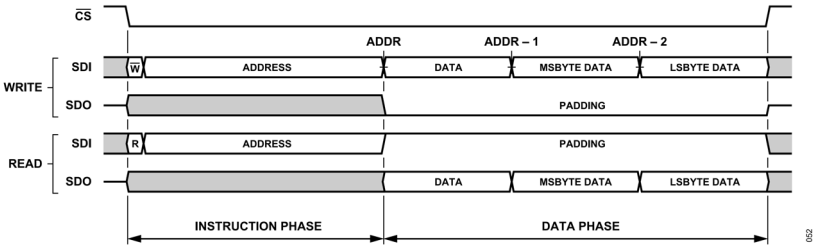
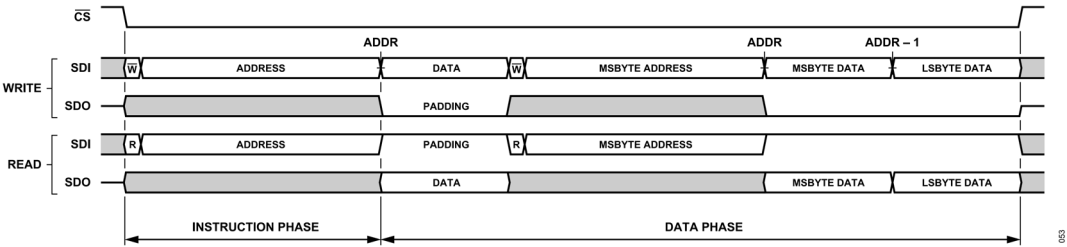
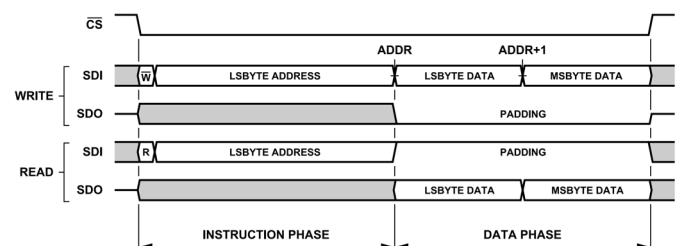

図 53. インターフェース・アクセスの例、インターフェースのデフォルト設定、ストリーミング・モード (ADDR_ASCENSION = 0)
図 54. インターフェース・アクセスの例、単一命令モード (SINGLE_INST = 1)、その他すべてのインターフェース・オプションのデフォルト
図 57. 単一命令フォーマット、ADDR_ASCENSION = 1 (インクリメント)、STRICT_REGISTER_ACCESS = 1 (イネーブル済み)
図 53 は、デフォルトのインターフェース設定を使用したシリアル・トランザクションの汎用 SPI フレーム・フォーマットを示しています。この例では、バイト幅レジスタとマルチバイト・レジスタで構成される設定レジスタ空間の一部がアクセスされます。バイト幅レジスタのアドレスは最上位アドレス (ADDRESS) にあり、マルチバイト・レジスタの最上位バイトはレジスタ・セグメントの最下位アドレスにあります。デフォルトでは、ADDR_ASCENSION プロパティは降順に設定されて
単一命令モード (SINGLE_INST = 1) では、メモリ・アクセス・コントローラは、図 54 に示すように、所与の SPI フレーム内でアクセスされる各レジスタに対して伝送する命令フェーズを必要とします。このモードは、特定の SPI フレーム内でレジスタ空間の隣接していないセクションへのアクセスが必要な場合に便利です。ストリーム・モードでは、一意のレジスタ・アクセスごとに新しい SPI フレームを開始することで、同じアクセスの柔軟性を実現できることに注意してください。
前のセクションで説明したように、アドレス・アセンション選択 (ADDR_ASCENSION) ビットは、ストリーミング・モード (SINGLE_INST = 0) で AD4080 に伝送されるデータの各バイトに対して内部インターフェース・アドレス・ポインタがどのように更新されるかを決定します。単一命令モード (SINGLE_INST = 1) を使用する場合、各レジスタは、図 54 に示されるように、それ自身の命令フェーズを通して直接アドレス指定され、従って、アドレス・ポインタは更新されません。SINGLE_INST の設定にかかわらず、ADDR_ASCENSION ビットは、命令フェーズの開始アドレスの選択およびデータ・フェーズ・ペイロードのバイト順序に関して、SPI フレームのフォーマットに直接影響します。この影響については、厳密アクセス選択とマルチバイト・レジスタのセクションで詳しく説明します。これは、データ・フォーマットの多くがこのインターフェース設定の選択に依存しているためです。ADDR_ASCENSION 選択ビットは、インターフェース設定 A レジスタ (インターフェース設定 A レジスタのセクションのアドレス 0x00 を参照) にあります。
この概念を拡張すると、STRICT_REGISTER_ACCESS=1 の場合、データ転送の最初のエンティティとしてマルチバイト・レジスタにアクセスする SPI フレームは、命令ワードの開始アドレスを ADDR_ASCENSION 選択に対応するように正しく設定する必要があります。アドレス・カウンタが自動的にデクリメントする場合 (ADDR_ASCENSION = 0) は、そのマルチバイト・レジスタの最下位バイトのレジスタ・アドレスを先頭アドレスとし、逆に自動的にインクリメントする場合は、最上位バイトのレジスタ・アドレスを先頭アドレスとします。ADDR_ASCENSION が自動アドレス・デクリメント (0) から自動インクリメント (1) に変更された結果、図 53 と図 54 は、図 56 と図 57 に示すように変更され、データ・フェーズ・バイト順序および命令フェーズ・マルチバイト・レジスタ開始アドレスの変更に対応します。